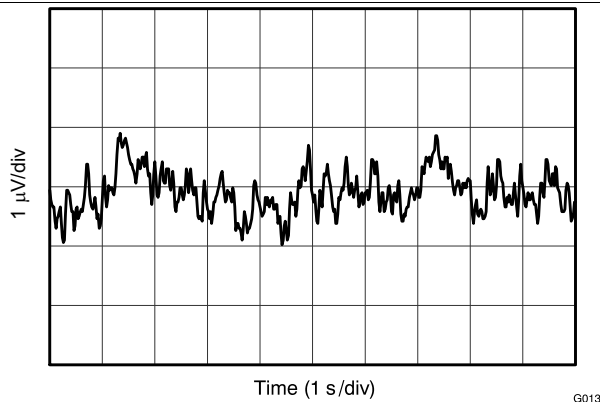

图 7. 0.1-Hz to 10-Hz Noise
0.1-Hz to 10-Hz Noise	Figure 7